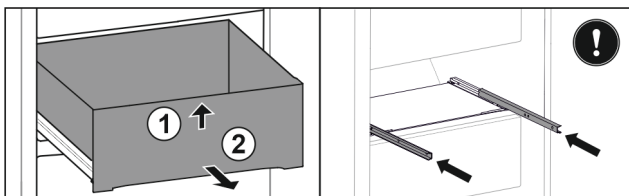

Fig. 158
- ▶ Lade aan de voorkant optillen. Fig. 158 (1)
- ▶ Lade naar voren toe verwijderen. Fig. 158 (2)